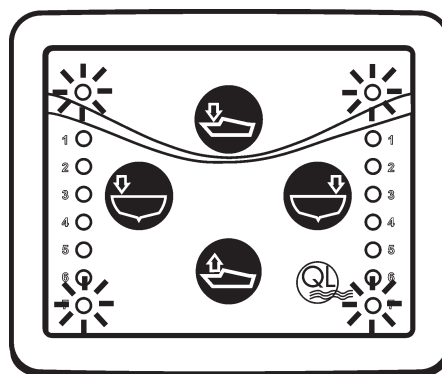

Fig. 24
5. Les lames vont sortir entièrement, s'arrêter puis se rétracter complètement. Lorsque cette opération est effectuée correctement, les deux diodes supérieures et les deux diodes inférieures clignotent deux fois sur le panneau de commande. Voir fig. 24.